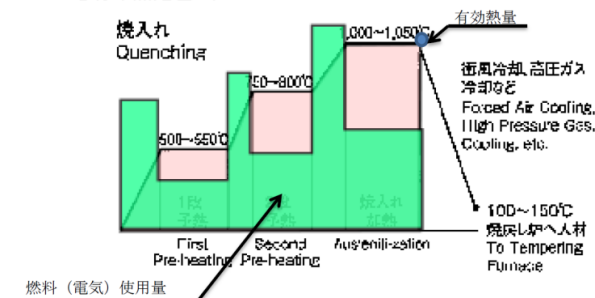
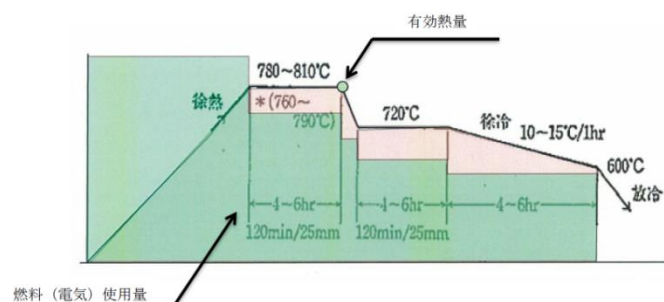

図.2 標準熱処理温度曲線/燃料（電気）投入パターン例
図.3 軸受鋼の焼きなまし曲線/燃料（電気）投入パターン例
- ⑤ 燃料と電気のエネルギー源を変えて省エネを図る場合、一次エネルギーで評価する。
- ⑥ 可燃性の雰囲気ガスは基本的に炉内で燃えることはないものとし、その発熱量は無視する。
- ⑦ 鍛造炉、溶解炉等で同一被加熱物の再加熱がある場合は、再加熱分の熱量を供給熱量に加える。
- ⑧ 熱処理炉のエネルギー使用量は、予熱・保熱時間でのエネルギー使用がある場合はその量も加えること（図.2、図.3）
- ⑨ バッチ炉であれば被加熱物の温度は被加熱物全体で同様（転炉内の溶鋼のような例）と推定できるが連続炉であれば被加熱物は複数あり、入り口から出口にかけて各被加熱物ごとに階段状に昇温していく。そのような場合、入り口から出口にかけて炉内温度分布から各被加熱材の温度（被加熱材ごとにその内部でも厳密には分布があるがそれは一応平均化処理をするとして）を推定計算することは許容する。
- ⑩ 連続炉の場合、1. の時間については1つの被加熱物をとったときの、入ってから出るまでの時間となり、そのような被加熱物で炉内がまんべんなく埋め尽くされ、最も出口寄りの被加熱物が抽出されるごとに入り口から20℃の被加熱物が新たに装入される一連のプロセスが定常的におこなわれているとする。
- ① 製造ライン中の工業炉の場合、炉出側での製品重量が不明な場合が多く、今回の計算では被加熱物の重量は炉の装入重量とする。最終製品重量が管理値の場合、スケールロス、ドロスロス、次工程ロス（クロップロス等）等のロス分の比率で割って装入重量を求める。
- ② 材料の保有熱以外は損失熱として扱い、被加熱物の最高温度での含熱量を保有熱（有効熱）とする。
- ③ エネルギー使用量は予熱・保熱のエネルギーも加味する。連続炉で長時間定常操業であって、無視できる場合は除外することができる。
- ④ 熱処理炉の場合、被加熱物の最高温度での含熱量を保有熱（有効熱）とする。（図.2図.3）前提として厚み方向に温度が一応であること。
- ⑤ 乾燥炉の目的とする被加熱物乾燥による水分の潜熱は有効熱に含む。
- ⑥ 特にバッチ炉の場合、蓄熱損失は無視できないので、損失熱として扱う。
- ⑦ 基準温度（雰囲気温度）は実態と乖離がない場合20℃とする。
- ⑧ 誘導加熱式熱処理炉の場合、被加熱物の重量を加熱面積（cm²）× 加熱深さ（浸透深さ）（cm）× 比重とする。熱量（kWh）の計算は、単位面積当たりの投入熱量（kWh/ cm²）× 加熱面積とする。